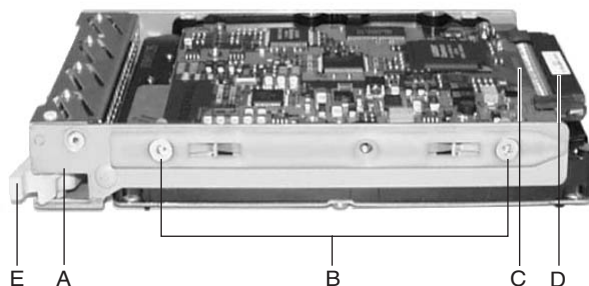

Figura 4-1 Unidad de disco duro en un soporte de unidad de disco
4. Oriente la unidad de manera que el conector se encuentre cerca de la parte superior posterior del soporte de la unidad de disco. La Figura 4-1 muestra la orientación de la unidad de disco en el soporte. En la figura, el soporte se muestra con la parte frontal orientada hacia abajo.